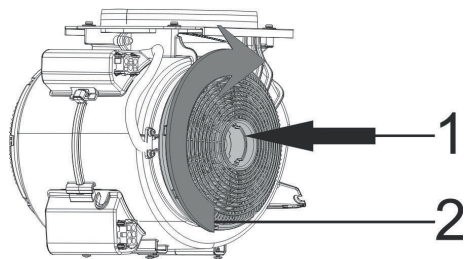

Fig. 6
- 1-Placez le filtre à charbon dans son emplacement. Fig. 6
- 2-Tournez le filtre à charbon dans le sens horaire et assurez-vous qu'il est complètement fixé. Fig. 6